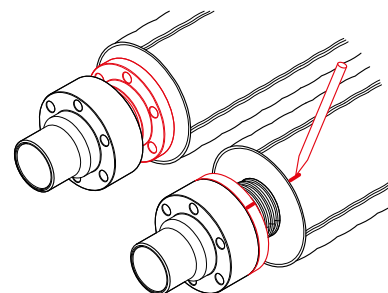

Рис. 4.5.4
4. Удерживая корпус фитинга, вращать фланец, перемещая его по трубе до полного совмещения с корпусом (рис. 4.5.4). Зазор между фланцем и корпусом фитинга не должен превышать 0.5 мм.